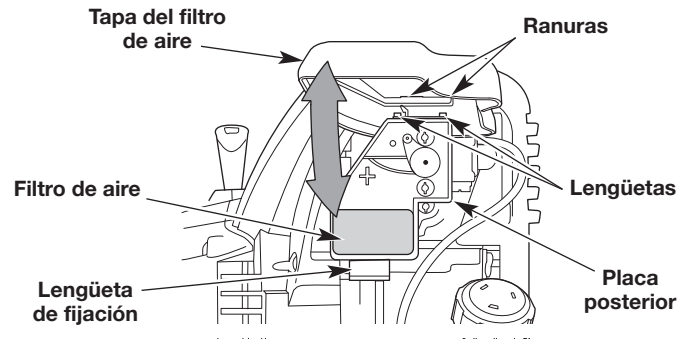

Fig. 25
1. Abra la cubierta del filtro de aire: oprima la lengüeta de fijación y gire la cubierta del filtro de aire hacia arriba (Fig. 25).
2. Extraiga el filtro de aire (Fig. 25).
6. Vuelva a instalar el filtro de aire (Fig. 25).
7. Cierre la cubierta del filtro de aire: inserte las lengüetas de la placa posterior dentro de las ranuras de la cubierta del filtro de aire. Gire la cubierta del filtro de aire hacia abajo y oprímala para cerrarla hasta que la lengüeta de fijación entra a presión en su lugar (Fig. 25).